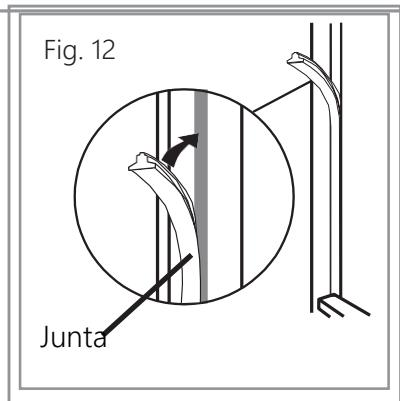

Fig. 12
- Preencher a lacuna do lado não articulado com a junta/tira de vedação fornecida, como se mostra na Fig. 12.